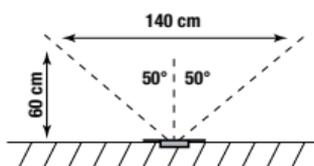

fig.2
*b. Zone de détection horizontale et verticale (fig.2)*